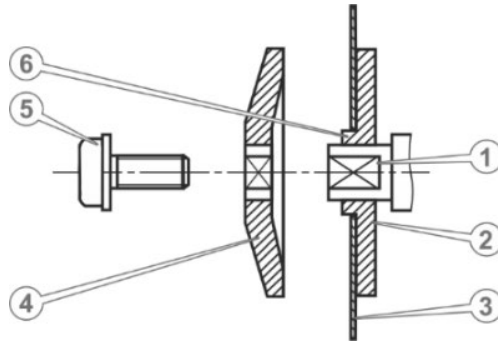

Рисунок 2. Встановлення циркулярного диска.
1. Встановити внутрішній фланець (2, рис. 2) на посадкову сходинку (6, рис. 2) вала редуктора (1, рис. 2).
2. Встановити на вал пильний диск (3, рис. 2) таким чином, щоб посадкова сходинка внутрішнього фланця увійшла в посадковий отвір циркулярного диска.
3. Встановити на вал тарілчасту шайбу (4, рис. 2).
5. Надійно затягнути притискний болт (5, рис. 2).